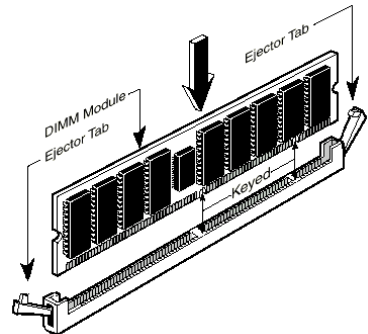

Abb. 2-4. Installation der Speichermodule
Schritt 5. Das DIMM-Modul wie in der Abbildung gezeigt in die Erweiterungssteckfassung einschieben. Auf die Verzahnung des Moduls zur Übereinstimmung mit der Steckfassung achten. In der Abbildung 2-4